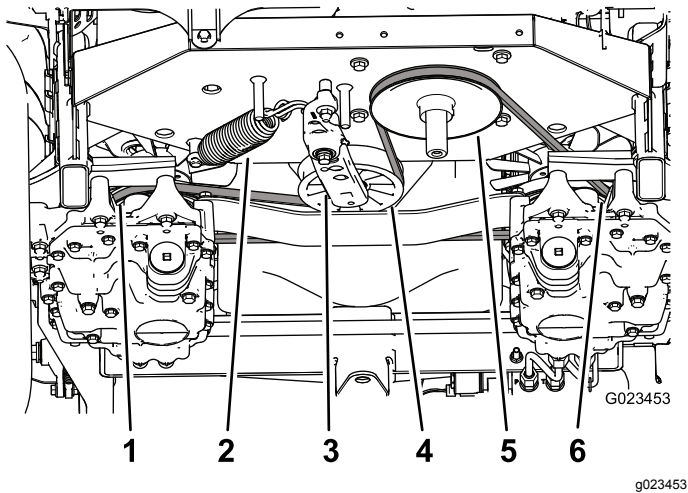

图56
3. 使用张紧臂上的方形孔中的棘轮抵住张紧弹簧 图 56 并拆下张紧轮上的皮带。
4. 解开张紧臂和机架上的张紧弹簧 (图 56)。
9. 将弹簧安装到张紧臂和机架上 图 56。